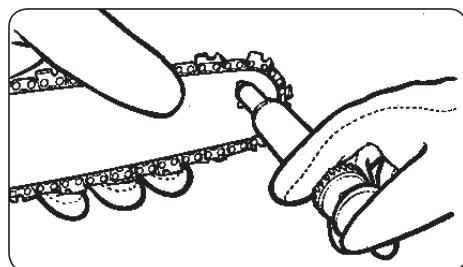

Abb. 20
3. Verwenden Sie die Ölspritze (nicht in der Lieferung erhalten, muss zusätzlich gekauft werden), Stecken Sie die Nadelspitze der Ölspritze in das Ölungsschlund und spritzen Sie das Öl hinein, bis es an der Außenseite der Zahnung hervortritt (Abb. 20).